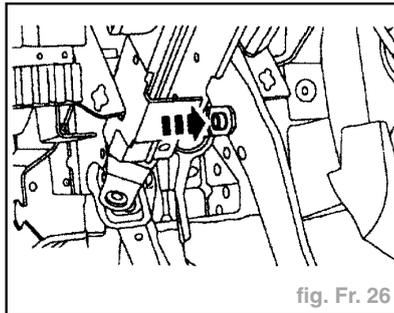

fig. Fr. 26
- Déposer le clip de la tige de commande (fig. Fr. 26).